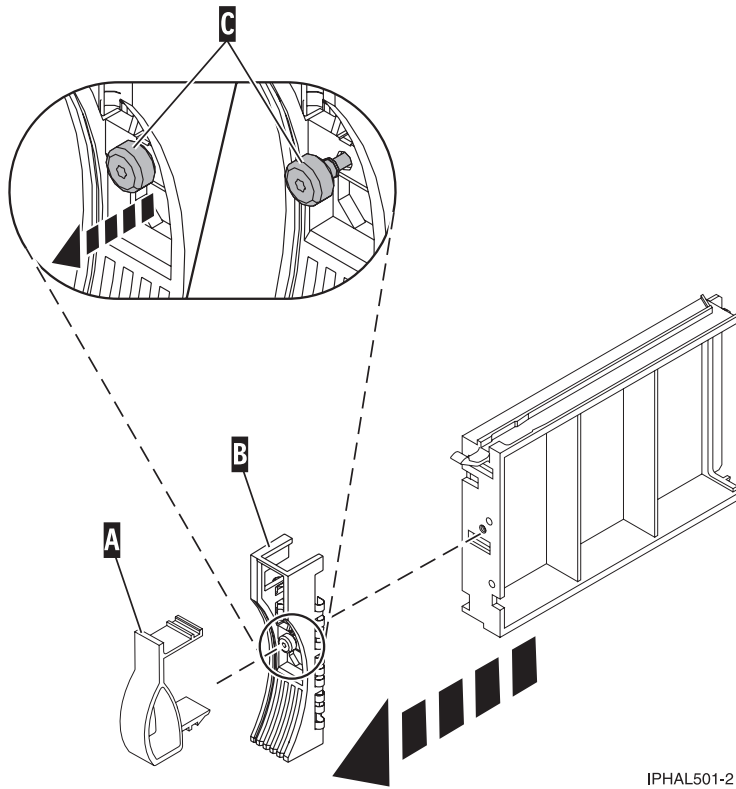

Figure 47. Retrait du panneau frontal d'une unité de disque
1. A partir de l'unité de disque ou de l'obturateur d'unité de disques retiré, retirez doucement le loquet du panneau frontal de l'unité de disque **(A)** du bord avant de l'obturateur (voir figure 47, à la page 59.)